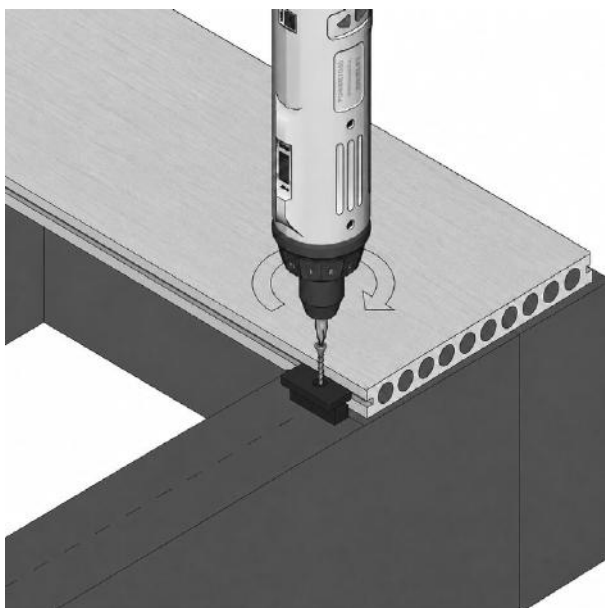

FIG. 4 - BORGSCHROEF IN DE VERDEKTE CLIP GEDREVEN
- 01 Voor 6 mm verdeckte clips schroeft u licht vast; draai op dit punt nog niet aan (fig. 4). Voor 3 mm verdeckte clips draait u de schroef op dit punt volledig aan.